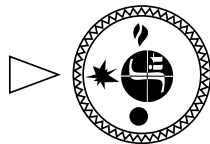

Рис. 7
- 7.3. Для розжига пилотной горелки ручка управления переводится в положение «**искра**» (рис. 7).